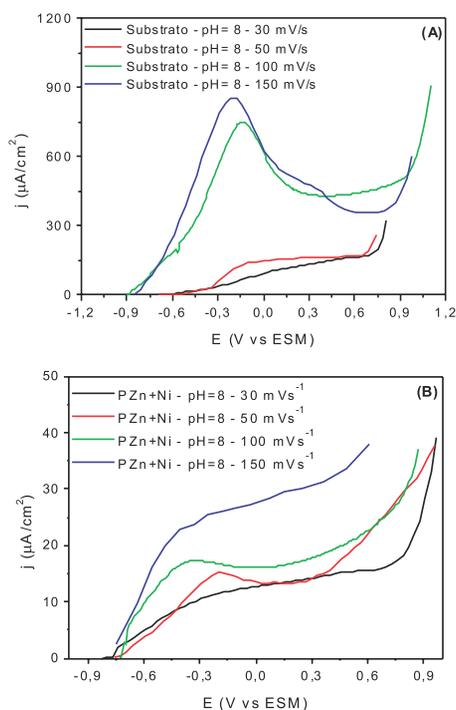

Figura 6 - Curvas de DAV para (A) aço-carbono (SAE 1010) e (B) o mesmo aço fosfatizado com PZn+Ni, obtidas em solução tampão de pH = 8
Além da concentração da solução, a velocidade de varredura também tem grande influência na determinação da porosidade dos revestimentos [7]. A resolução do pico de dissolução/passivação depende da velocidade e, geralmente, quanto maior a velocidade, melhor é a resolução do pico. Foram realizados ensaios com a solução tampão de pH = 8 com quatro velocidades de varredura, especificamente 30 mVs⁻¹, 50 mVs⁻¹, 100 mVs⁻¹ e 150 mVs⁻¹. A Figura 6 mostra as curvas de dissolução/passivação para as quatro velocidades de varredura ensaiadas.
Para as amostras de aço não-fosfatizado (Figura 6 (A)) as taxas medidas foram da ordem de 10^{-4} A cm^{-2} , que podem ser consideradas típicas de materiais no limiar da passividade, mas para o material revestido com PZn (Figura 6 (B)) as densidades de corrente foram da ordem de 10^{-5} - 10^{-6} A cm^{-2} , que, neste caso, são típicas de materiais passivos, justificando o emprego das altas velocidades. Entre as velocidades ensaiadas pode ser observado que a velocidade de 100 mVs^{-1} foi a mais conveniente, uma vez que para esta, a resolução do pico de dissolução/passivação foi melhor.